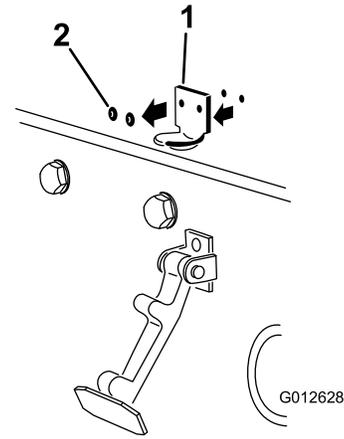

図 13
2. フードラッチのブラケットをフードに固定しているリベット2本を外し 図 13 フードからフードラッチのブラケットを取り外す。